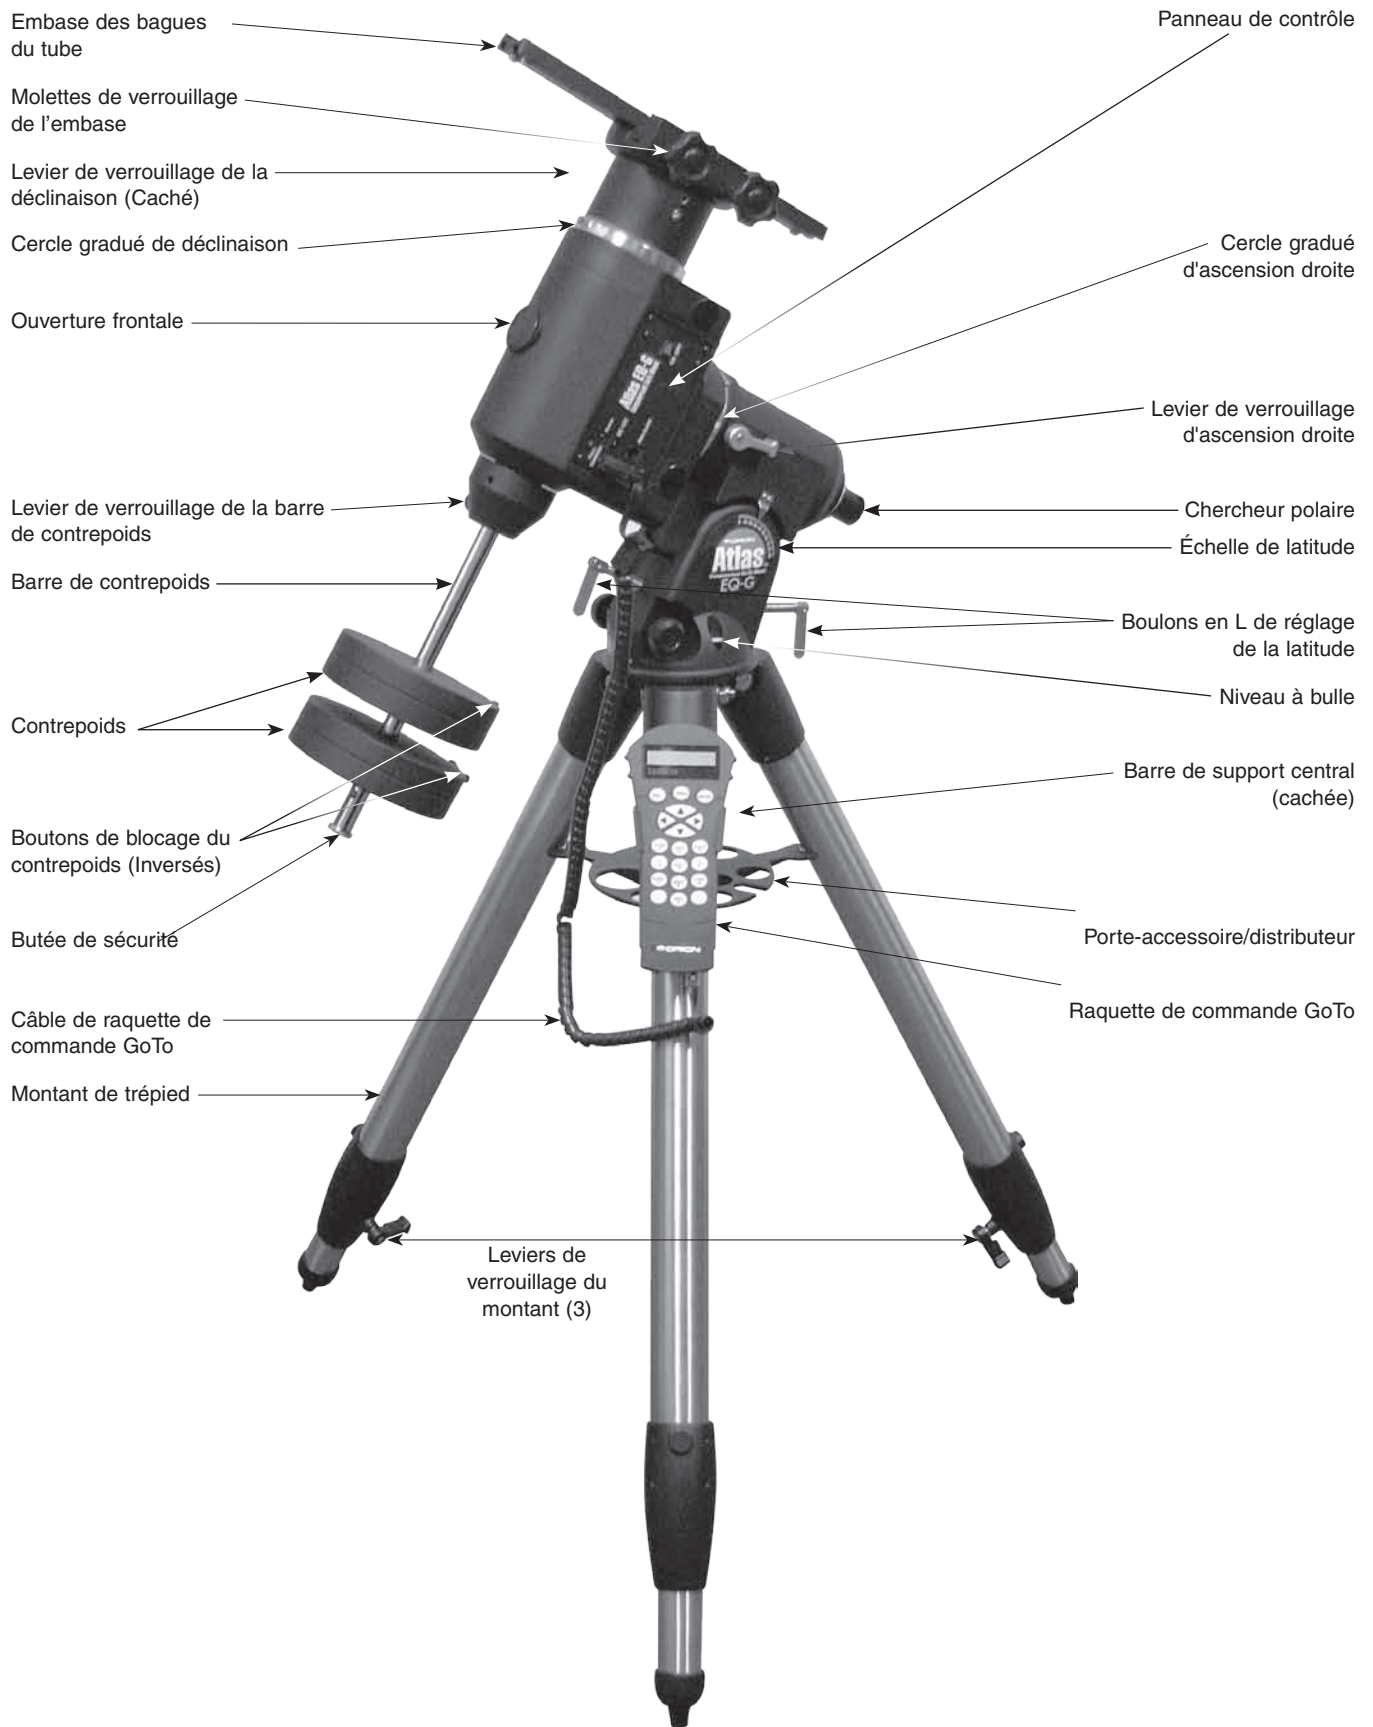

Figure 1. La monture Atlas EQ-G
Reportez-vous à la **Figure 1** selon vos besoins durant le processus d'assemblage.
2. En utilisant le niveau à bulle sur la monture (voir **Figure 1**), mettez la monture à niveau en ajustant la longueur des montants du trépied si nécessaire.
1. Desserrez le levier de verrouillage de la barre de contreponds (voir **Figure 1**) et allongez-la complètement. Puis resserrez le levier de verrouillage.
2. Desserrez le levier de verrouillage de l'ascension droite (RA) et faites pivoter l'axe de RA jusqu'à ce que la barre de contreponds soit pointée vers le sol, comme sur la **Figure 1**.